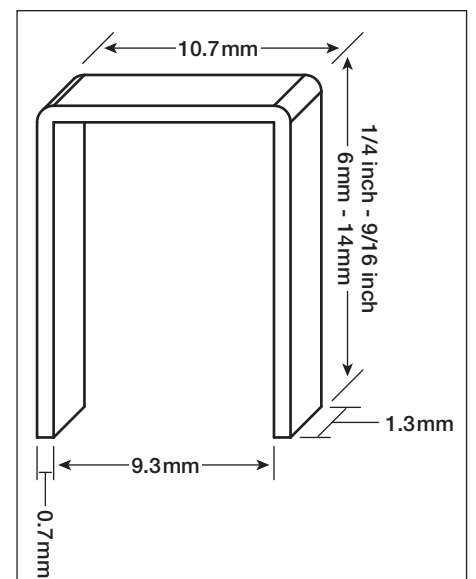

Figure 10
- Agrafes Arrow® T50® ou attache équivalente avec les dimensions approximatives illustrées dans la figure 10.